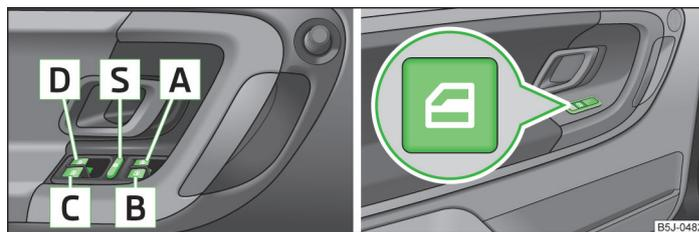

Fig. 20 Teclas en la puerta del conductor / en las puertas traseras
- Si se transportan niños en los asientos traseros, se recomienda poner fuera de funcionamiento los elevalunas eléctricos de las puertas traseras (conmutador de seguridad) 5 » fig. 20 de la página 42.
Teclas de los elevavanas » fig. 20.
Se pueden poner fuera de servicio las teclas de los elevalunas de las puertas posteriores pulsando el conmutador de seguridad **[S]** » fig. 20. Se ponen de nuevo en funcionamiento las teclas en las puertas traseras pulsando repetidamente el conmutador de seguridad **[S]**.
- ▶ Mantener la tecla **[A]**¹⁾ en la posición de apertura » fig. 20 de la página 42.
- ▶ Mantener la tecla **[A]**¹⁾ en la posición de cierre » fig. 20 de la página 42.